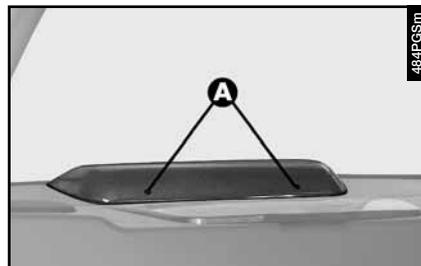

fig. 63
– Enlever les bouchons en caoutchouc (**A-fig. 63**).
– Remonter les bouchons en caoutchouc (**A-fig. 63**).